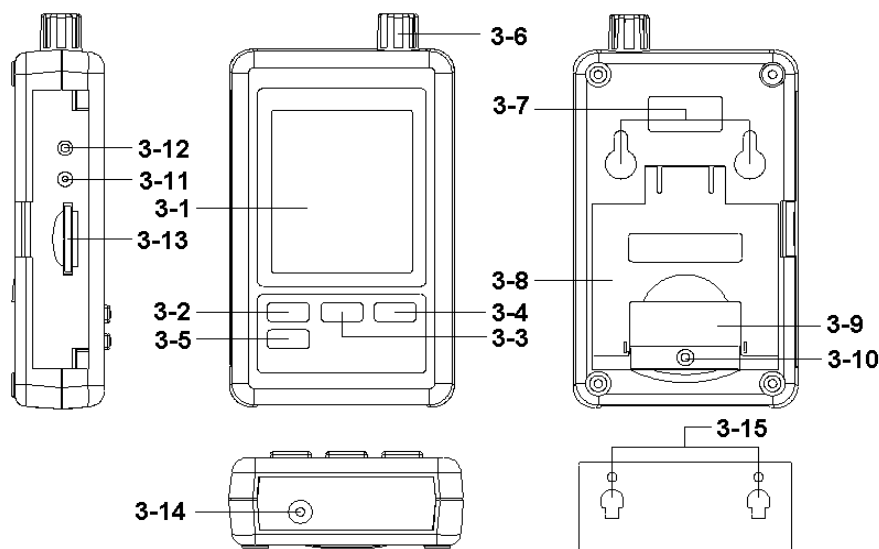

Fig. 1
- \* Togliere la vite del coperchio della batteria (3-10, Fig. 1) e togliere il "coperchio della batteria" (3-9, Fig. 1) del misuratore.
2) Il "Display" (3-1, Fig. 1) mostrerà tanto la umidità e la temperatura come il valore del barometro. (3-6, Fig. 1).
Preparare una "memory card SD" (1 GB fino a 16 GB, opzionale), inserire la memory card SD nella scanalatura per la scheda (3-13, Fig. 1) con la direzione corretta.
Premi il tasto " Logger" (3-2, Fig. 1) > per 2 secondi di seguito, fino a quando nel display non appaia l'indicatore "DATALOGGER"; rilasci il tasto " Logger " (3-2, Fig. 1), e i dati della misurazione con la informazione del tempo si memorizzeranno nella memoria del circuito.
Durante la funzione del Datalogger (il display mostra l'indicatore "Datalogger"), premi il tasto Logger (3-2, Fig. 1) > per due secondi di seguito fino a quando l'indicatore del display " DATALOGGER " non scompaia; a quel punto lasci il tasto "Logger" per terminare con la funzione di Datalogger.
Premi il tasto " Tempo " (3-3, Fig. 1) > per due secondi di seguito e il display LCD mostrerà l'informazione del Anno/Mese/Data, Ora/Minuto/Secondo e il valore.
- 1) Dopo aver eseguito la funzione di Data logger, togliere la memory card SD dalla "Scanalatura per la scheda" (3-13, Fig. 1).